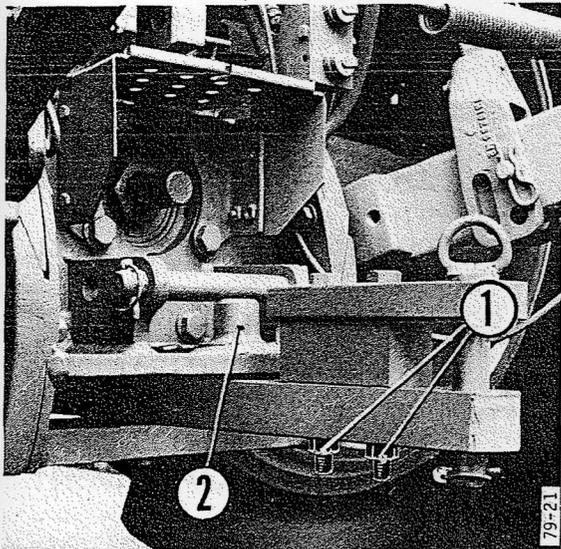

Fig. 39
- Hauteur (1 Fig. 39) - Une chape vient se boulonner soit en dessus soit au-dessous de la barre, ce qui donne 2 hauteurs possibles d'attelage.
### **Piton pour remorque semi-portée (2 Fig. 39)**